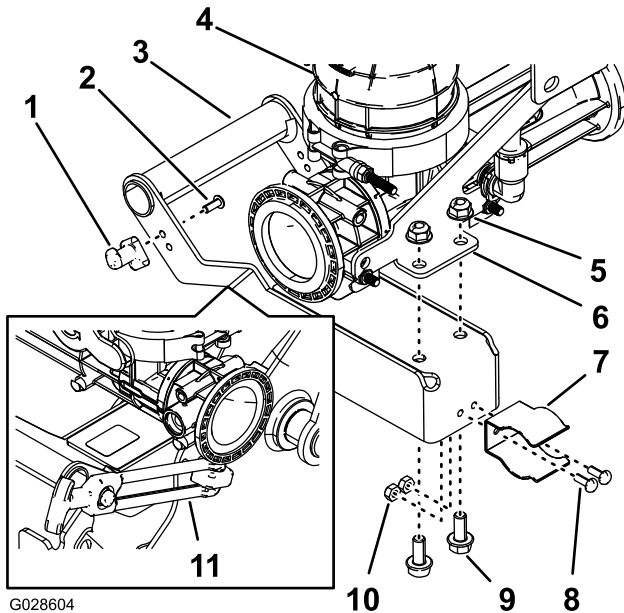

Figura 11
1. Montate la colonnetta di ancoraggio alla stegola del nebulizzatore (Figura 11) utilizzando le 2 viti a esagono incassato (n. 10-24 x 1/2 poll.).
2. Montate la molla di serraggio alla stegola del fermo (Figura 11) con i 2 bulloni (n. 10-24 x 1/2 poll.) e 2 dadi di bloccaggio (n. 10-24).
3. Montate la stegola alla piastra di appoggio per il nebulizzatore (Figura 11) con 2 bulloni a testa flangiata (5/16 x 3/4 poll.) e dadi di bloccaggio flangiati (5/16 poll.).